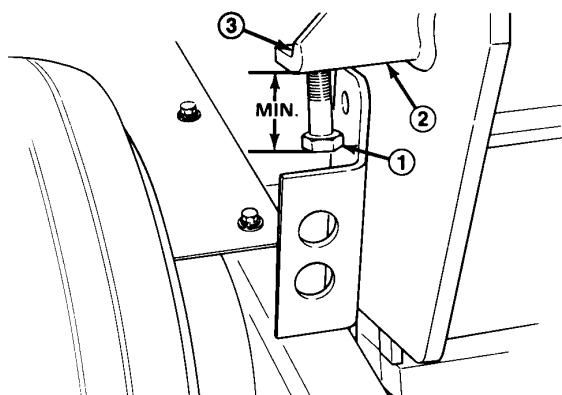

Bild 11
2. Die Klemmmutter an der Oberseite des Einstellprofils (Bild 11) lockern.
3. Die Einstellschraube in das Profil einschrauben, um die Aushebungstiefe zu vergrößern. Herausschrauben, um die Aushebungstiefe zu reduzieren (Bild 11).
5. Die empfohlene Aushebungstiefe wird dann realisiert, wenn der Abstand zwischen dem Ende des Schraubenkopfes und dem Profil 17,5 mm (11/16") ist (Bild 11).